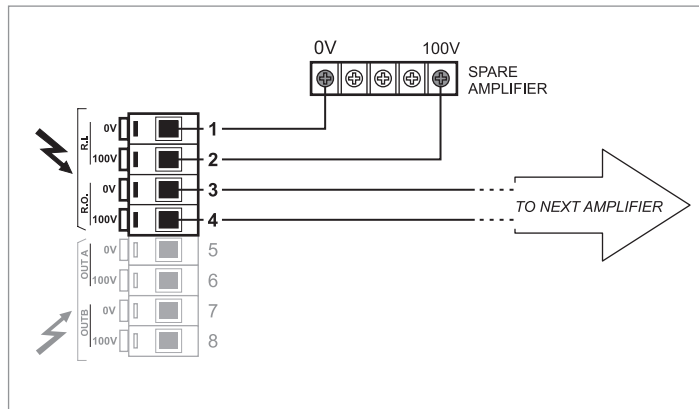

Fig. 3.4.2
La morsettiera (11) va invece utilizzata per un eventuale collegamento ad un amplificatore di riserva (fig. 3.4.2)
The terminal strip (11), on the other hand, is for use for connecting a stand-by amplifier, if required (Fig. 3.4.2).